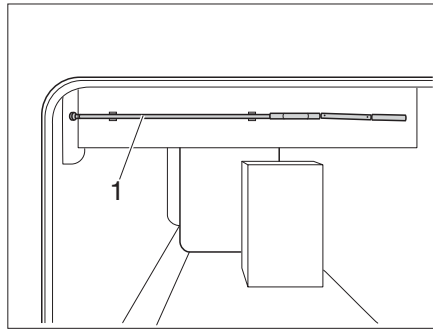

Bild 135 Vev för höjdjustering
- Ta ut veven (Bild 135,1) ur hållaren.